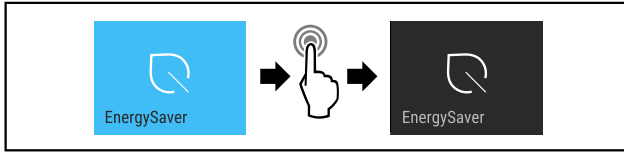

Fig. 18
- ▶ Изпълнете стъпките (виж Fig. 18).